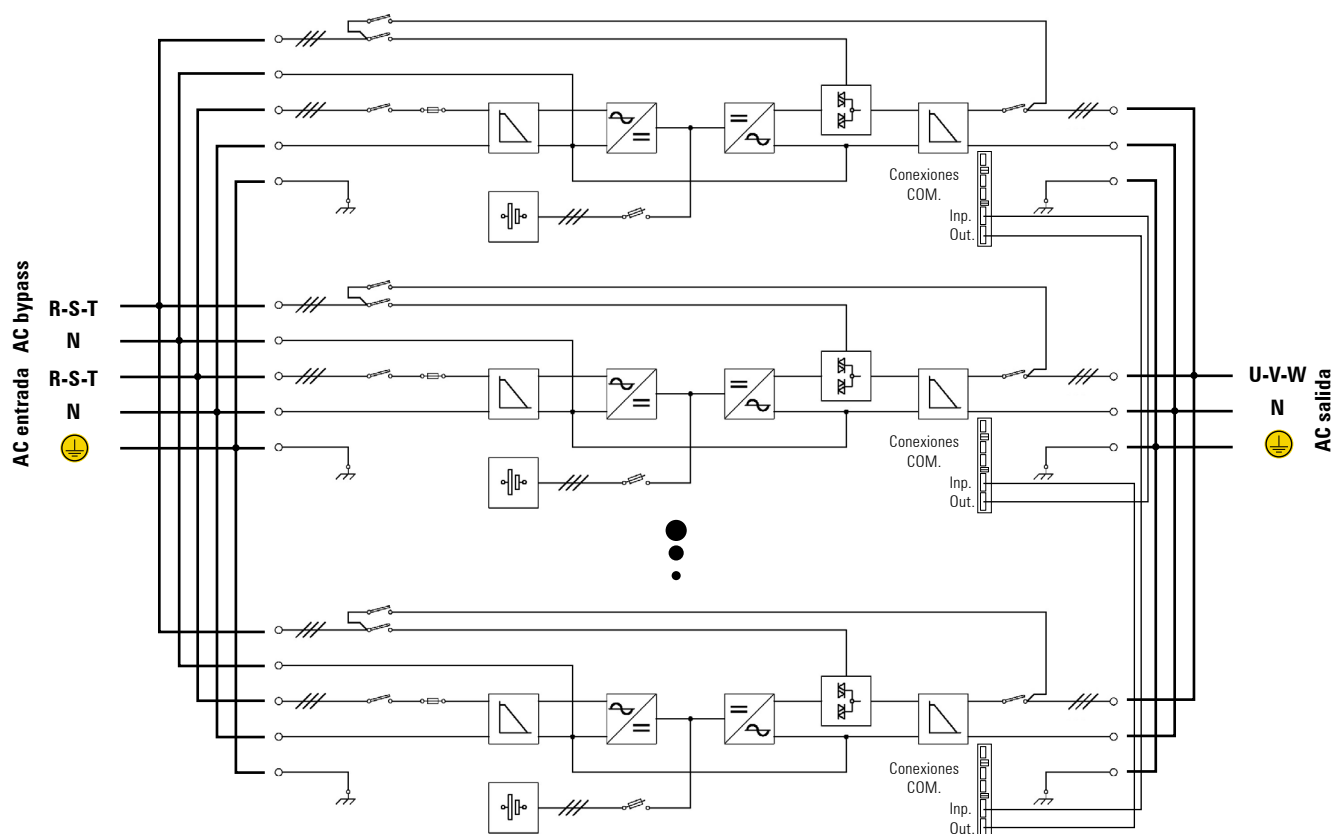

Fig. 29. Esquema de bloques, conexión sistema en paralelo de hasta 4 equipos SLC CUBE3+ PS B.
cargadas en los intervalos indicados según la temperatura a que están expuestas (ver fecha de última carga anotada en la etiqueta pegada en el embalaje del equipo o bien en el de la unidad de baterías Fig. 29).
- ❑ Una vez finalizada la recarga de baterías proceder a parar el equipo, desconectarlo eléctricamente y guardar el SAI y las baterías si corresponde, en sus embalajes originales, anotando la nueva fecha de recarga de las baterías en la casilla de la etiqueta (ver Fig. 29).